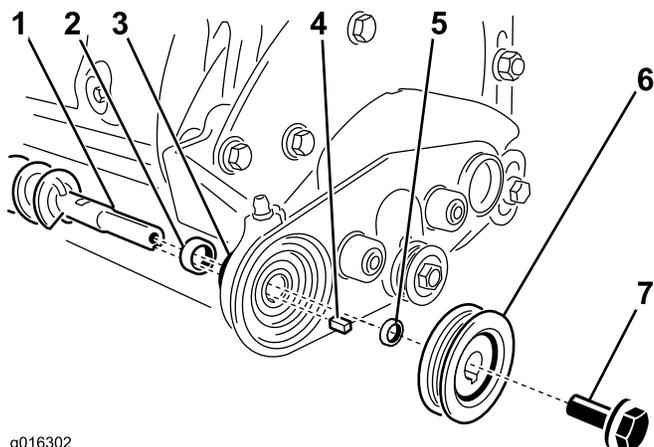

図 6
- B. ロッキングカラーを入れてブラシシャフトの肩部にセットする。ブラシシャフトを右ブラシサポートのベアリングに通す 図 6を参照。
C. シャフトとスペースに角キーを取り付ける 図 6。
D. シャフトに受動プーリを通し、スレッドロックボルト 図 6で固定して、1516N・m